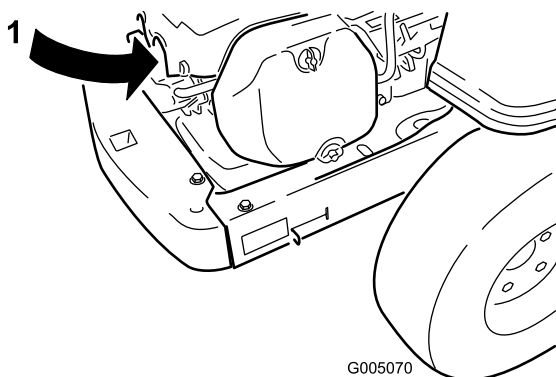

Bild 30
2. Ziehen Sie den Zündkerzenstecker ab (Bild 30). Reinigen Sie den Bereich um die Zündkerze, um zu verhindern, dass Schmutz in den Motor fallen und Schäden verursachen kann.
- Drücken Sie den Stecker auf die Zündkerze (Bild 30).